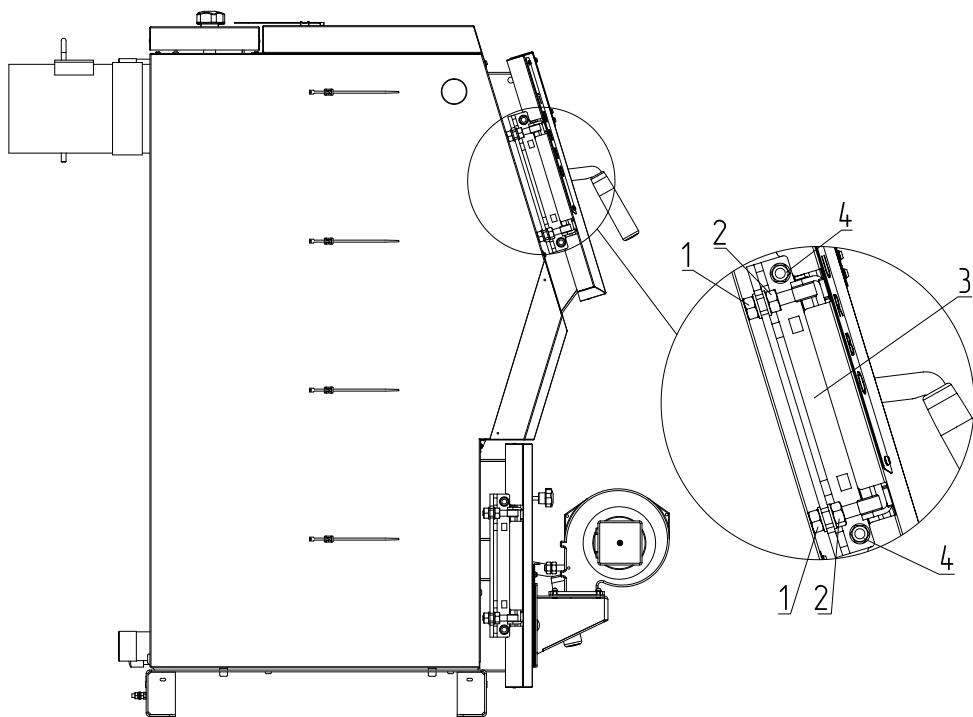

Рис.6 Регулировки петли дверцы загрузочной
- Ослабить гайки (**Рис.6, поз.1**);
- Вращая гайки (**Рис.6, поз.2**) установить необходимое прилегание к арке двери;
- После установки необходимого прилегания к арке двери, затянуть гайки (**Рис.6, поз.1**).
- После установки горизонтального положения двери или наклон относительно горизонта, затянуть гайки (**Рис.6, поз.1**).
- Ослабить гайки (**Рис.6, поз.4**);
- Установить нужную высоту двери перемещая петлю двери вверх или вниз (**Рис.6, поз.3**).
- После установки высоты двери, затянуть гайки (**Рис.6, поз.4**).